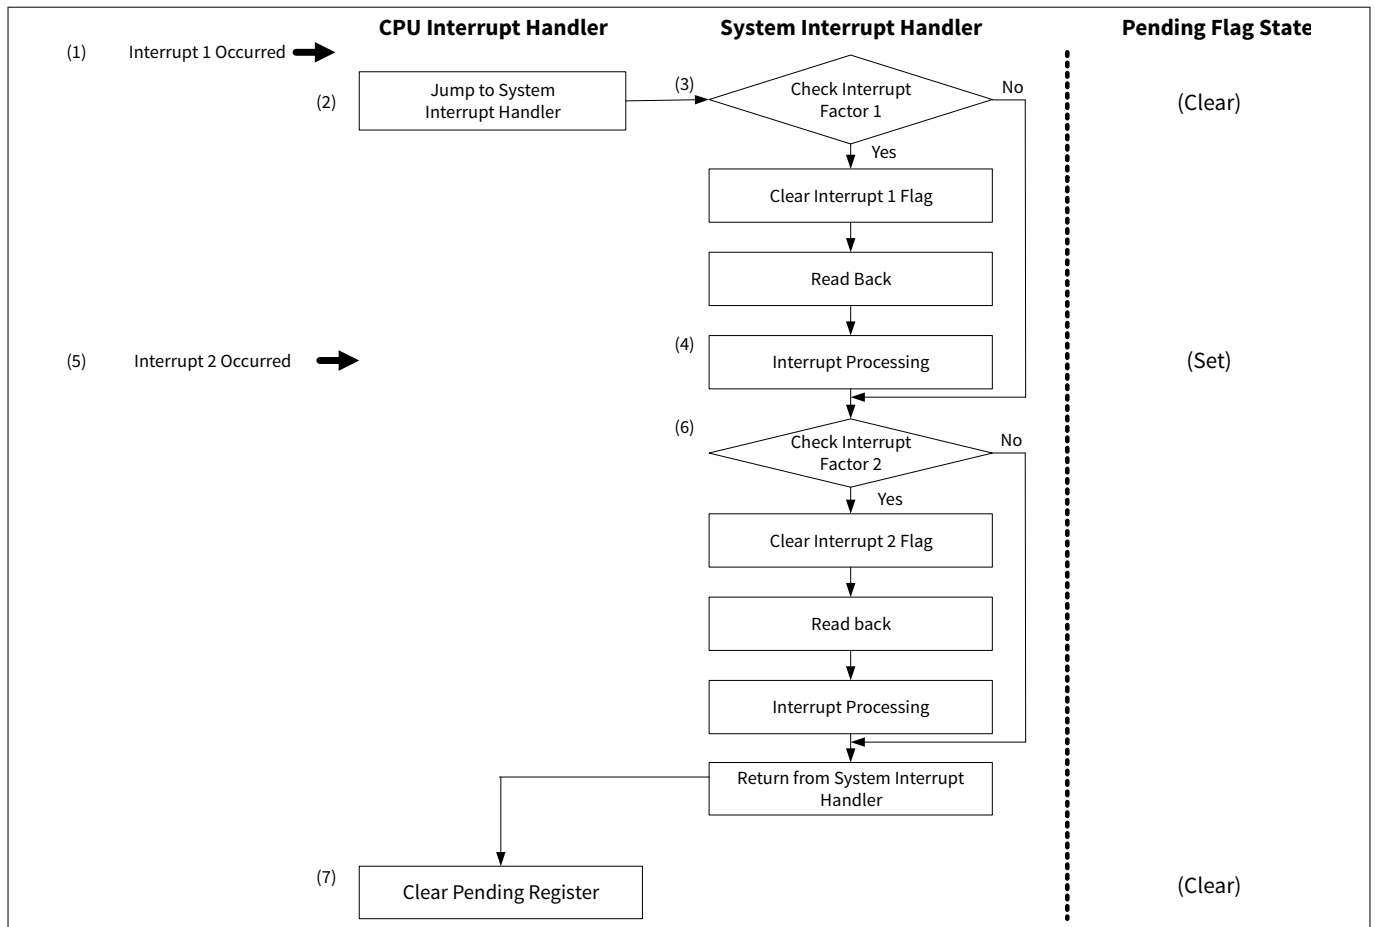

図 6 ペンディングフラグクリア例
- 注:** 図 6 に 2 つの割込み要因(割込み 1 と割込み 2) が 1 つのシステム割込みハンドラで処理する場合を示します。